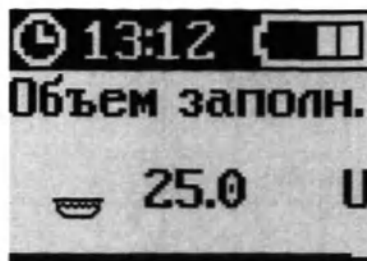

Рисунок 152 – Экран «ОБЪЕМ ЗАПОЛН.»
3. Нажать кнопку «ОК» (рисунок 152).